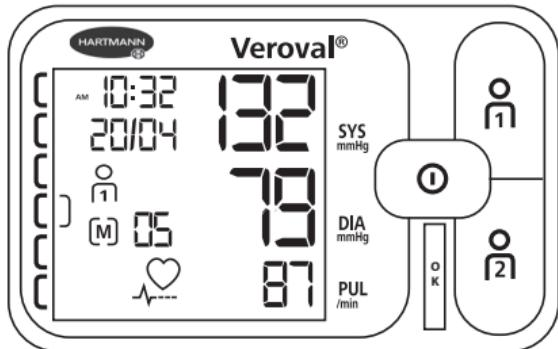

Fig. 1
- À la fin de la mesure, les valeurs de pression systolique et diastolique s'affichent simultanément sur l'écran, ainsi que le pouls en-dessous de ces mêmes valeurs (cf. Fig.1).